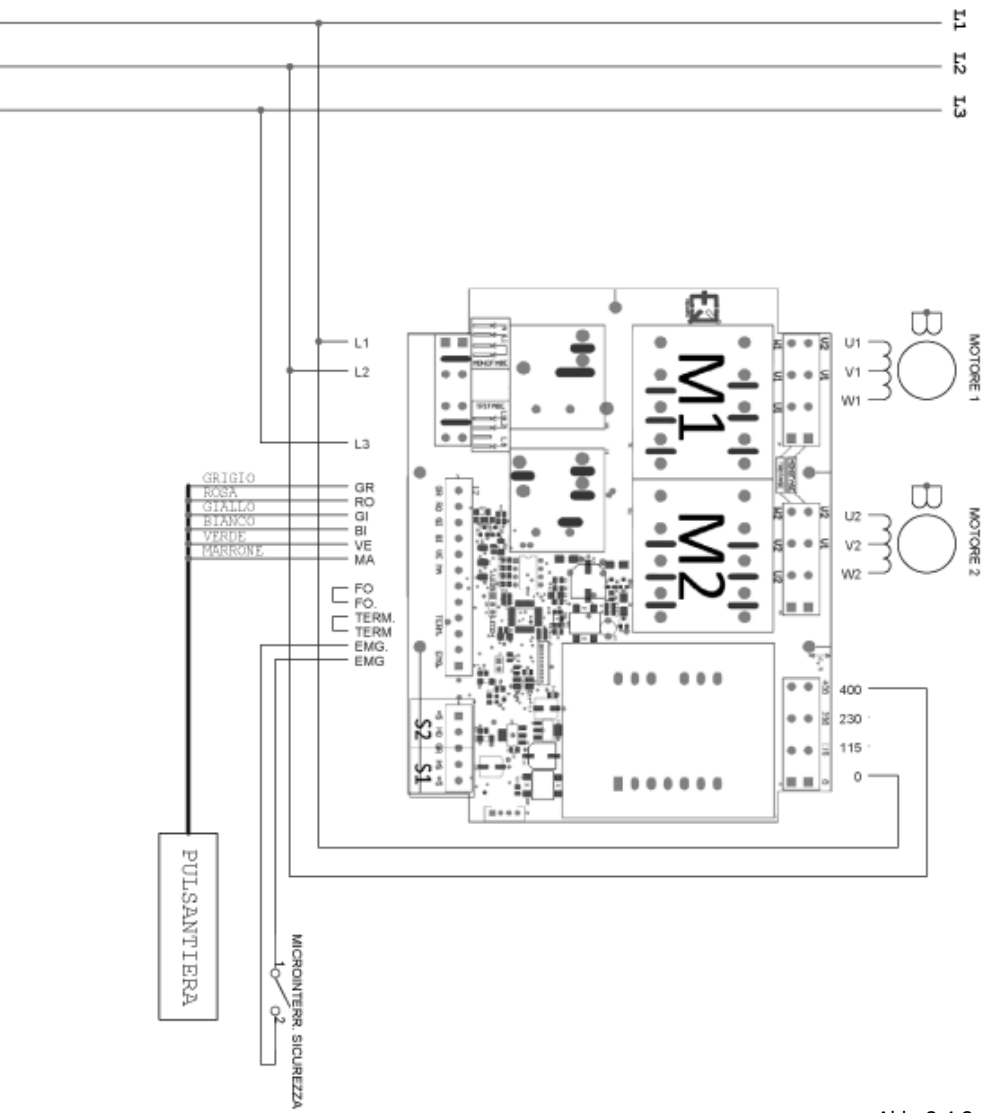

Abb. 2.4.3
2.4.3 - Schaltplan Drehstrom Steuerung Inox (Abb. 2.4.3)